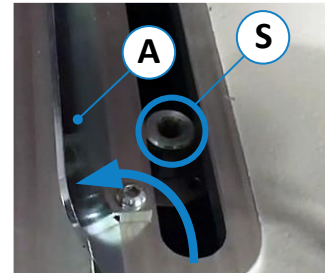

Abbildung 32: Klemmschrauben
Typ 302 → Klemmschrauben (⇒ Abbildung 32) montieren und zum Fixieren Schnellspannhebel (3) und (6) festziehen.
- Schnellspannhebel (3) und (6) nur lösen (nicht entfernen!)
- Die beiden Abdeckungen (A) links und rechts vom Anschlag (siehe ⇒ Abbildung 32) nach oben klappen.
- Dann die beiden Klemmschrauben (S) entfernen (komplett herausdrehen).